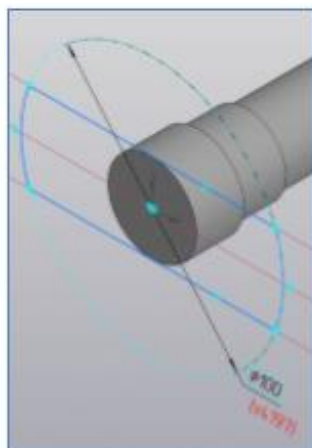
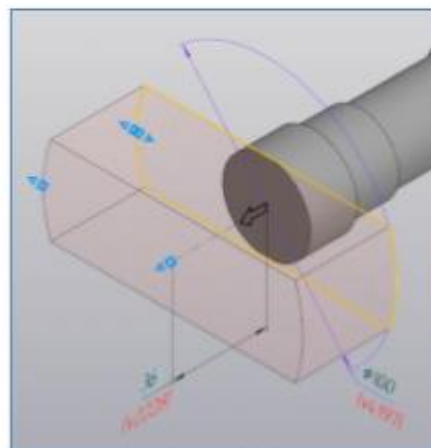

Рис. 116
Рис. 117
- 12) Построение левого участка вала начните с выбора эскизной плоскости. Известными командами выполните эскиз (рис. 116) и создайте **Элемент выдавливания** (рис. 117).